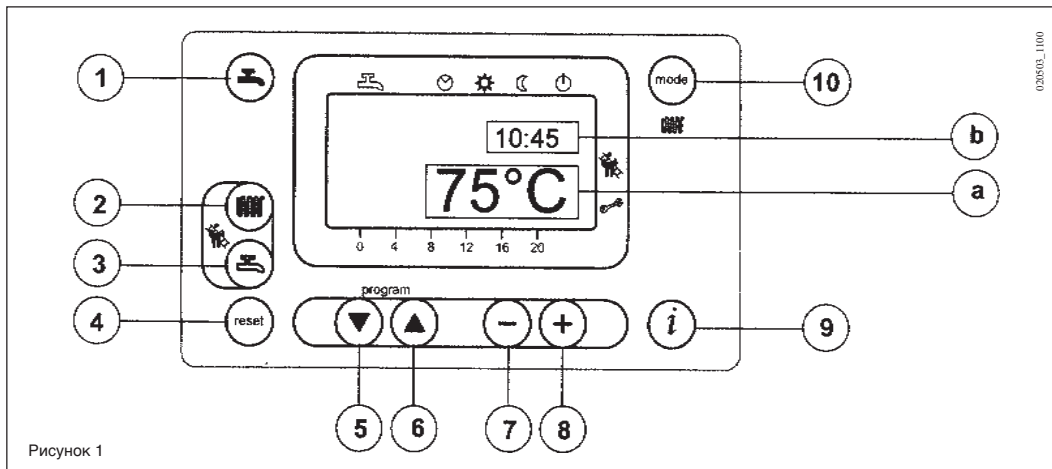
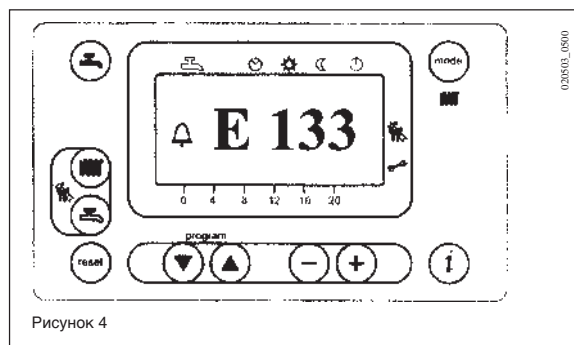

Рисунок 1
Рисунок 4
- Нажать кнопку (поз. 2 на рис. 1) для регулировки температуры воды системы отопления.
- Нажать одну из этих двух кнопок (поз. 1 или 10 на рис. 1) для записи заданного параметра в память и возврата к главному меню.
Примечание - Если к котлу подключен внешний зонд, при помощи кнопки (поз. 2 на рис. 1) можно смещать кривую отопления. Нажать кнопки для уменьшения или увеличения комнатной температуры обогреваемого помещения.
- Нажать кнопку (поз. 3 на рис. 1) для регулировки максимальной температуры хозяйственной воды.
На главный дисплей (см. рис. 1 а) аварийные сигнализации выводятся вместе с символом  (см. рис. 4).